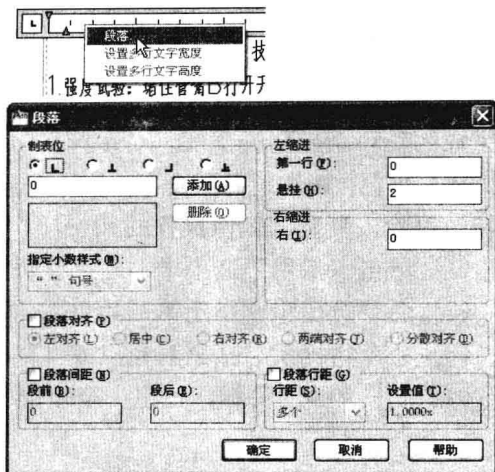

图 5-2-11
- (6) 在标尺上右击鼠标，弹出“段落”对话框，“悬挂”设置为 2，如图 5-2-11 所示。